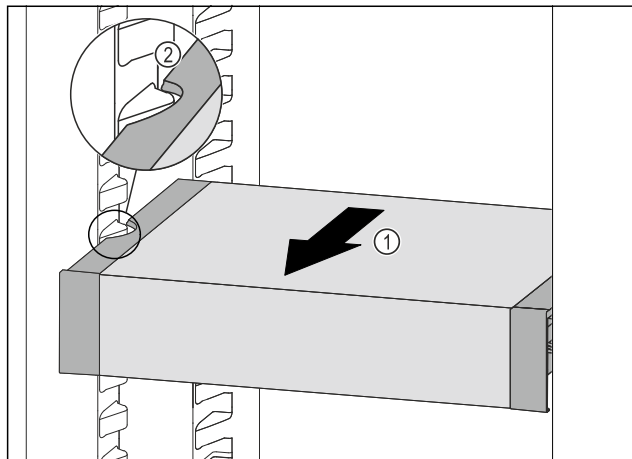

Fig. 108
- Tirare VarioSafe in avanti Fig. 108 (1) fino a quando le cavità laterali di VarioSafe non si trovano al livello della nervatura del contenitore nel vano frigorifero. Fig. 108 (2)